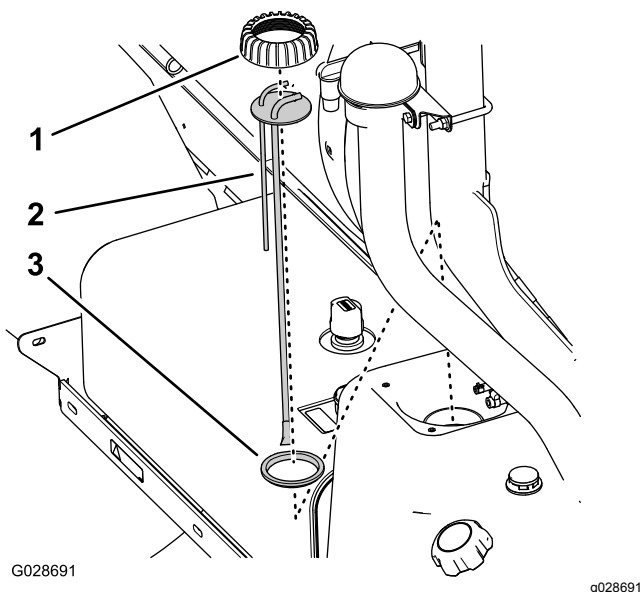

Figura 77
5. Ruotate il tappo del raccordo tubo/trasmittitore del carburante in senso antiorario, poi rimuovete il tappo (Figura 77).
6. Sollevate il gruppo del raccordo tubo/trasmittitore del carburante dal serbatoio del carburante (Figura 77).
1. Montate il tappo del tubo sopra il tubo stesso e quest'ultimo sulla guarnizione (Figura 77).
2. Allineate il tappo, il tubo e la guarnizione al serbatoio e, con attenzione, inserite il nuovo gruppo del tubo nel serbatoio del carburante (Figura 77).
3. Avvitare il tappo sul collo del serbatoio del carburante e serratelo manualmente (Figura 77).